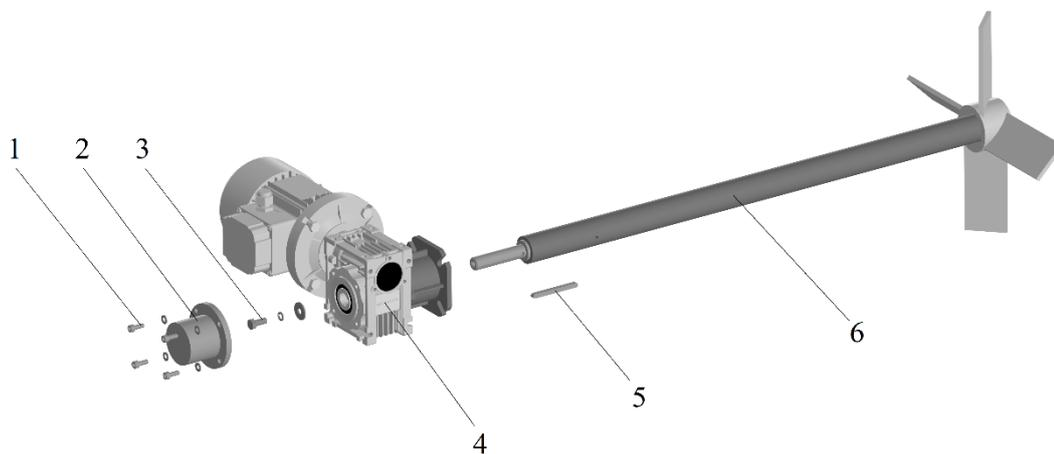

Рисунок 7. Детализовка миксера Микс L (S) со стеклопластиковым валом и лопастью.
4. Демонтируйте защитную крышку (рисунок 7, поз. 2), расположенную на редукторе (рисунок 7, поз. 4) со стороны, противоположной валу миксера, выкрутив крепеж (рисунок 7, поз. 1).
5. Зафиксируйте вал (рисунок 7, поз. 6) и демонтируйте крепеж (рисунок 7, поз. 3).
6. Демонтируйте вал (рисунок 7, поз. 6) со шпонкой (рисунок 7, поз.5) из редуктора (рисунок 7, поз. 4).